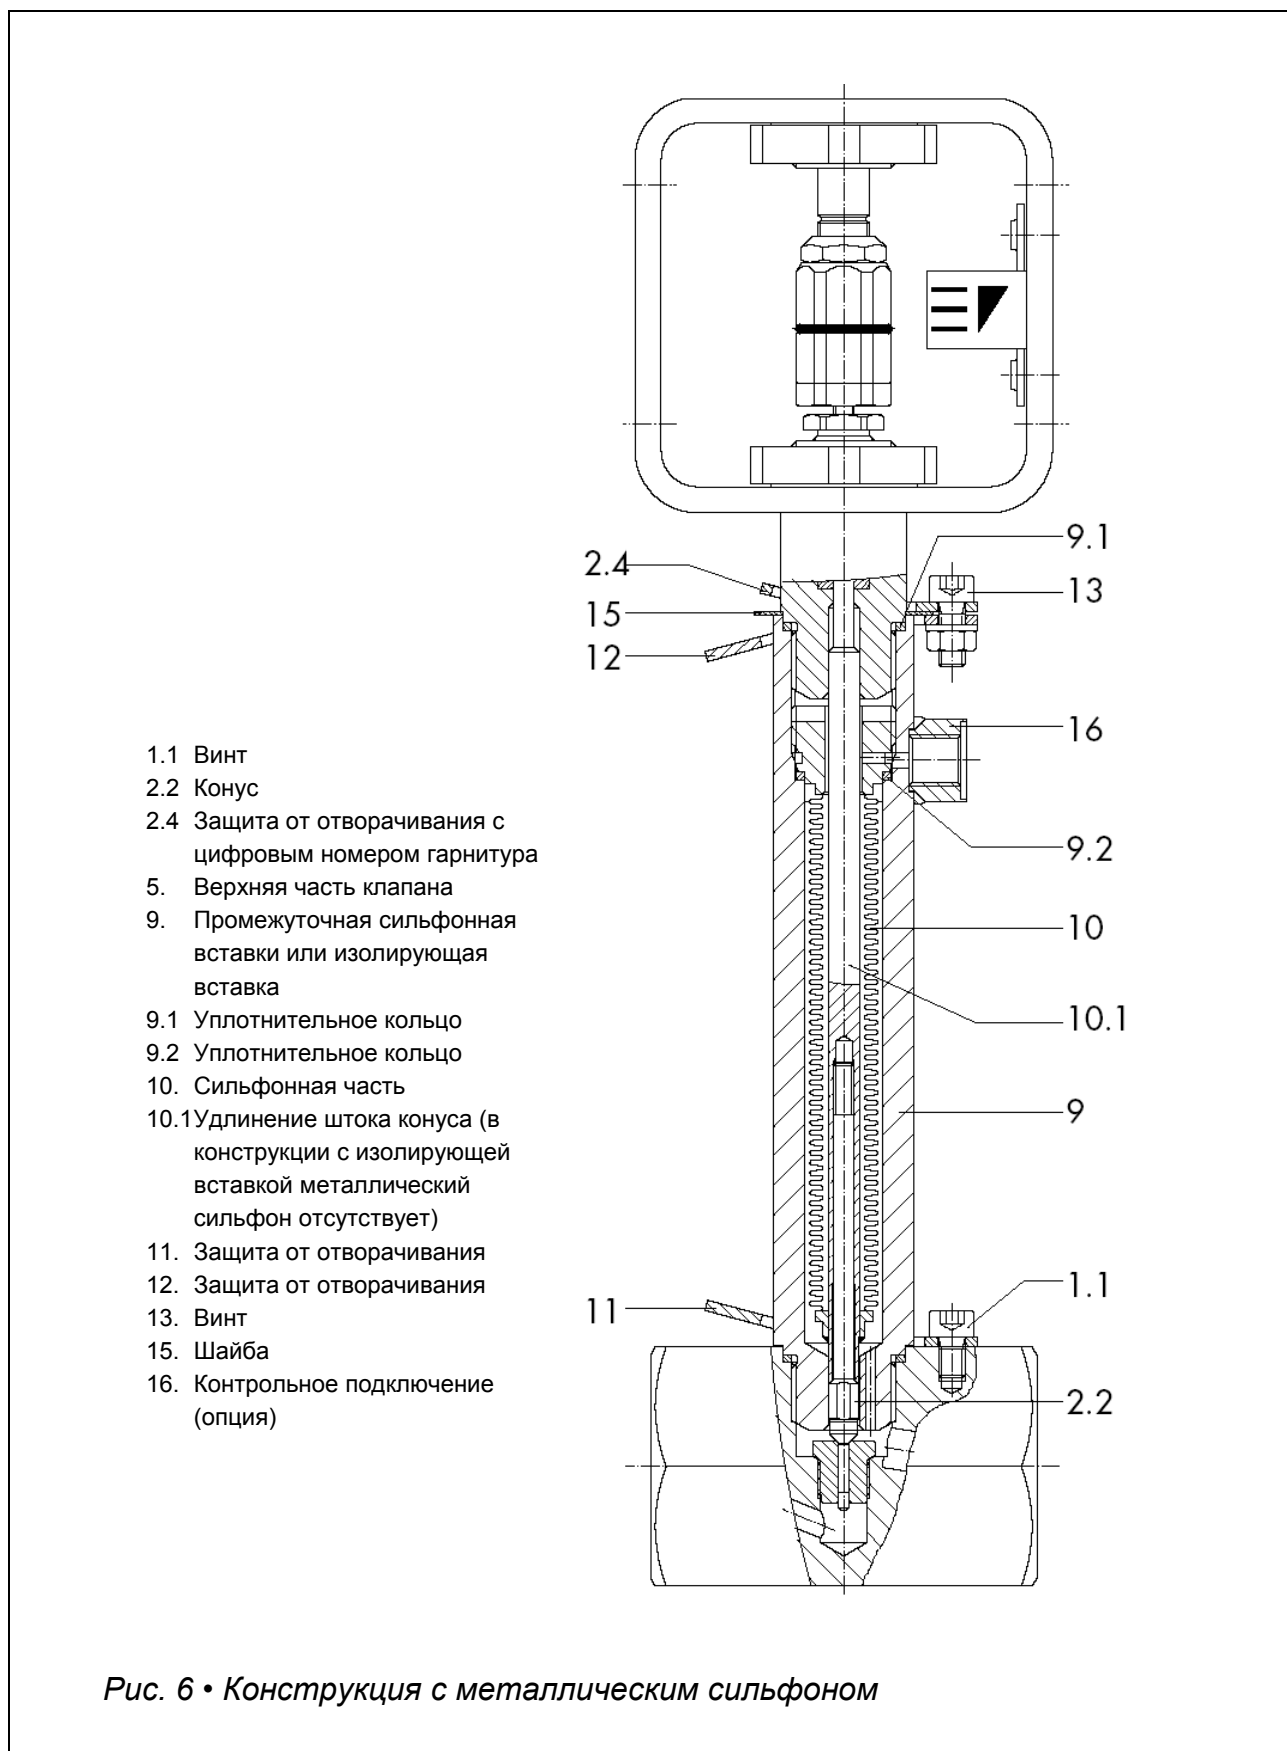

Рис. 6 • Конструкция с металлическим сиффоном
2. Отвинтить нижнюю шлицевую гайку (5.2) и снять привод (8) и раму (6) с клапана. При этом шлицевую гайку (5.2) повернуть таким образом, чтобы паз гайки был обращен в сторону линейки перестановки (6.1).
3. Удалить гайки (3) и снять соединительную гильзу (7.2) со штока конуса.
4. Удалить винт (1.1) и снять защиту от отворачивания (2.4), а затем отвинтить верхнюю часть клапана (5) от корпуса клапана.
5. Вывинтить резьбовую втулку (5.1) и вынуть шток конуса с конусом (2.2) из верхней части клапана (5).
Дополнение к исполнению клапана с изолирующей или сильфонной частью: здесь следует отделить верхнюю часть клапана от сильфонной или изолирующей вставки (9), удлинение штока конуса (10.1 на рис. 6) при этом прочно остается в промежуточной вставке.
6. Вынуть из уплотнительного пространства при помощи соответствующего инструмента набивочные шайбы (4.1) и уплотнительные кольца набивки (4) не повредив при этом уплотнительных поверхностей.